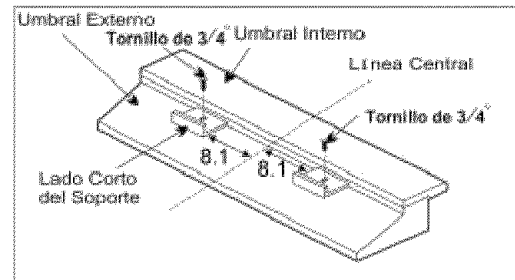

Fig. 5
5. Instale los soportes en L en el umbral externo, de modo que la parte más corta del soporte apoye contra la parte posterior del umbral interno. Instale un soporte en L a 8.1" de cada lado de la línea central. Vea la Fig. 5.